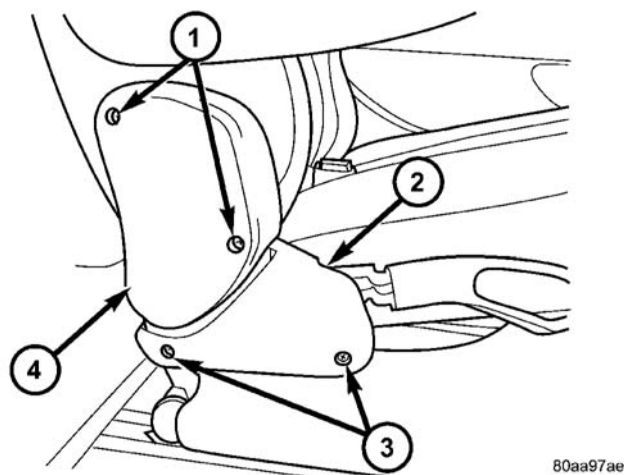

图 37 长条座椅靠背铰链盖-典型的
- （2）拆卸将上铰链盖固定到座椅靠背铰链的螺钉（图 37）。
- （4）安装将下盖固定到座椅靠背铰链的螺钉（图 37）。紧固螺钉至 $2.3 \text{ N} \cdot \text{m}$ (20 in.lbs.) 的扭矩。